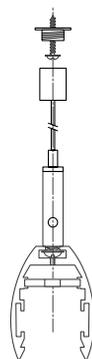

Рис. 3. Установка шинпровода на подвес
- 3.2. Закрепите на шинопроводе держатели подвеса (рис. 3). Закрепите ответную часть подвесного крепления на потолке.